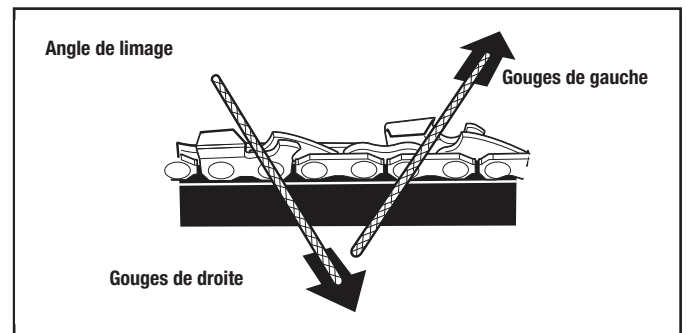

Figure 33
- 2c. Lime vers le coin avant de la gouge (Fig. 33). Soulevez la lime pour l'éloigner de la gouge à la fin de la course avant. Ne limez que pour le mouvement avant.
- 2e. Limez toutes les gougues de gauche dans une seule direction (Fig. 33). Passez ensuite de l'autre côté de la chaîne de scie et limez toutes les gougues de droite dans le sens inverse (Fig. 33).